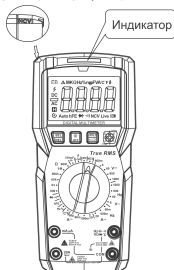

Рис. 13. Бесконтактное измерение напряжения
7.10. Бесконтактное измерение напряжения (NCV) (см. рис. 13)